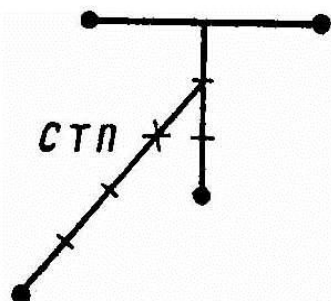

Рис. 49. Определение средней точки попадания
79. Для определения средней точки попадания по четырем пробоинам надо соединить прямой линией две какие-либо пробоины и расстояние между ними разделить пополам; полученную точку деления соединить с третьей пробоиной и расстояние между ними разделить на три равные части; точку деления, ближайшую к двум первым пробоинам, соединить с четвертой пробоиной и расстояние между ними разделить на четыре равные части. Точка, отстоящая на три деления от четвертой пробоины, и будет средней точкой попадания (рис. 49).